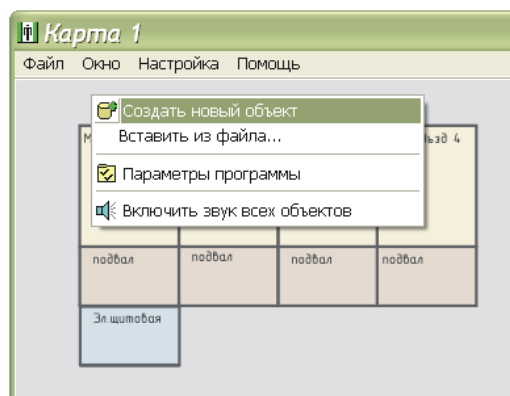

Рисунок 1
- в любом месте карты нажать правую кнопку мышки и выбрать в появившемся меню команду «Создать новый объект» (рисунок 1);